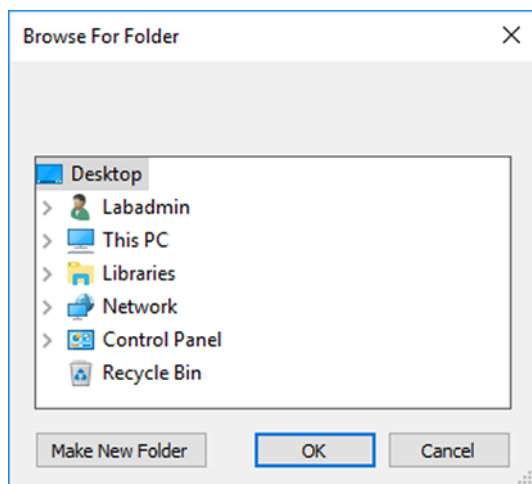

Figura 45: Cuadro de diálogo Browse for Folder (buscar carpeta)
3. En la barra de menú de la ventana **Data Analysis** (análisis de datos), haga clic en **Export** → **Export All Data Sheets** (exportar → exportar todas las hojas de datos) para abrir el cuadro de diálogo **Browse for Folder** (buscar carpeta) (consulte la Figura 45).